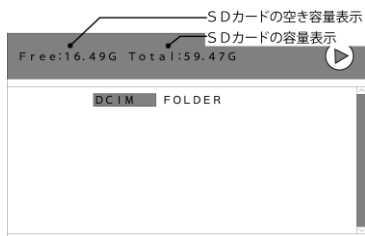

図9
- ③ディスプレイに図9の画面が表示されますので、“決定ボタン”を押してください。